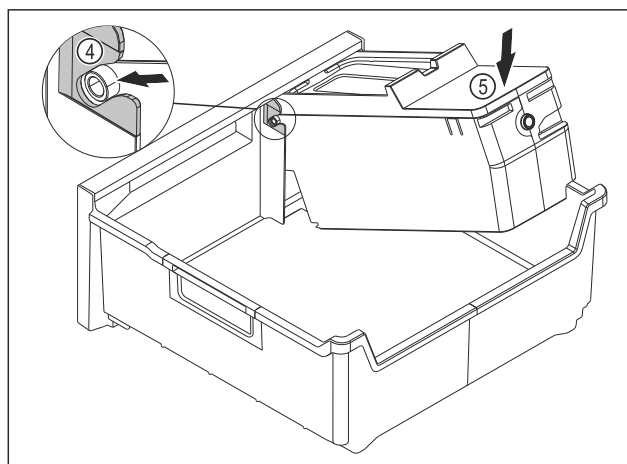

Fig. 147
- Montare il corpo dell'EasyTwist-Ice: Inserire gli assi del corpo dell'EasyTwist-Ice nelle guide Fig. 147 (4).
- Spingere il corpo dell'EasyTwist-Ice Fig. 147 (5) posteriore verso il basso.